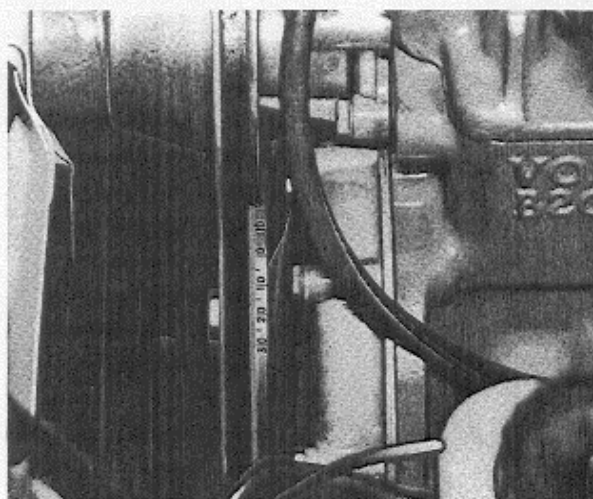

Abb. 104 Gradeinteilung für Zündeinstellung
1. Riemenscheibe reinigen, damit die Gradeinteilung sichtbar wird (Abb. 104).